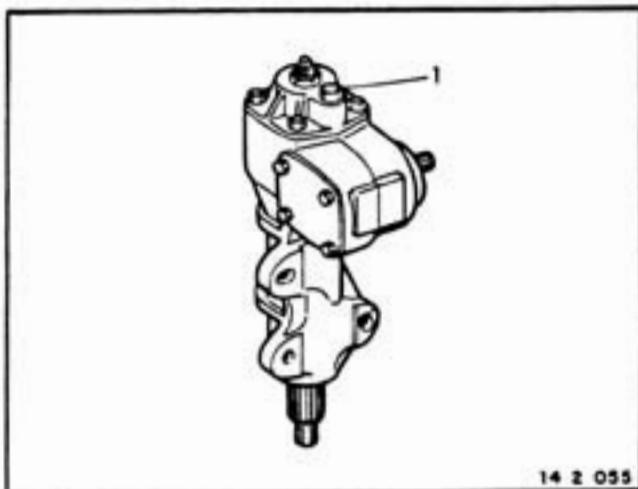

FIGURA 12
- b. Leva-se a efeito pelo orifício de nível e abastecimento (1) cujo bujão está localizado na parte superior da caixa (figura 12).